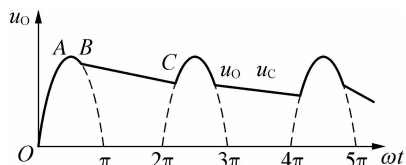

图 1-2-2 单向半波整流电容滤波电路波形
(2) 基本工作原理 当 u_2 为正半周时,二极管导通,一方面供电给负载,同时对电容器 C 充电。充电电压 u 与上升的正弦电压 u 一致,如图 1-2-2 所示。 u 和 u_c 达到了最大值,而后 u 和 u_c 都开始下降, u 按正弦规律下降,而 u_c 按放电曲线 BC 下降。在 u 的下一个正半周内,当 $u > u_c$ 时二极管再行导通,电容器再被充电,重复上述过程。输出电压波形如图 1-2-2 所示。